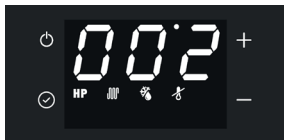

fig. 6 - Zweiter Bildschirm
- Zweiter Bildschirm: 00 (siehe fig. 6)